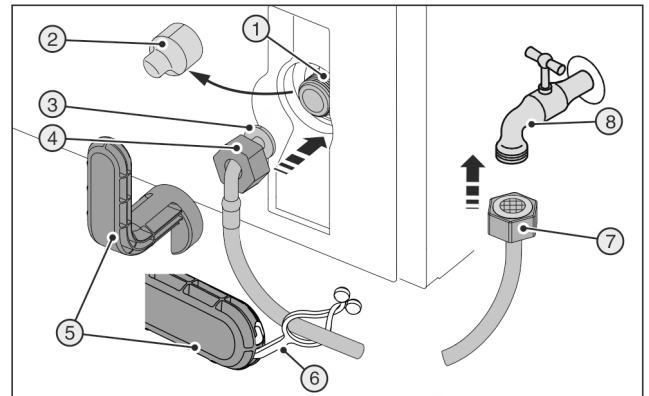
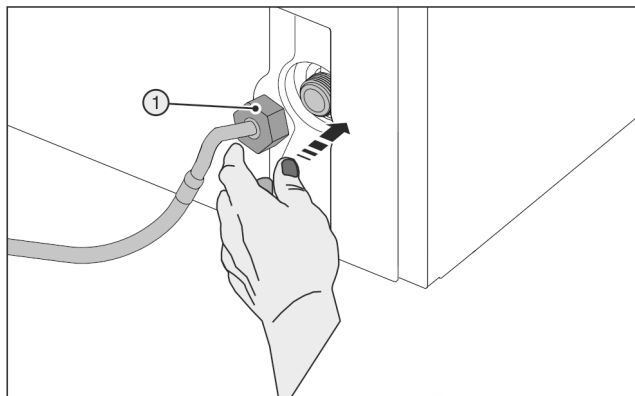

Fig. 28
Fig. 29
Zerbrochenes Hilfswerkzeug Fig. 28 (5)!
- ▶ Hilfswerkzeug Fig. 28 (5) ausschließlich bei Raumtemperatur verwenden.
- ▶ Abdeckung Fig. 28 (2) abziehen.
- ▶ Erleichterte Montage: Gerades Schlauchende Fig. 28 (7) nach links auf den Boden auslegen.
- ▶ Mutter Fig. 28 (4) über abgewinkeltes Schlauchende Fig. 28 (3) bis zum Ende schieben und festhalten.
- Mutter Fig. 29 (1) vorsichtig ansetzen und mit zwei Fingern gerade auf Gewinde schrauben, bis ein sicherer Sitz erreicht ist.
- Mutter Fig. 29 (1) mit Hilfswerkzeug Fig. 28 (5) im Uhrzeigersinn festziehen bis maximales Drehmoment erreicht ist und Hilfswerkzeug Fig. 28 (5) überdreht.
- Mutter Fig. 28 (7) auf Absperrhahn Fig. 28 (8) schrauben.
- Mutter Fig. 28 (7) mit Hilfswerkzeug Fig. 28 (5) im Uhrzeigersinn festziehen bis maximales Drehmoment erreicht ist und Hilfswerkzeug Fig. 28 (5) überdreht.
- Absperrhahn Fig. 28 (8) der Wasserzuführung öffnen und gesamtes Wassersystem auf Dichtigkeit prüfen.
- Lasche Fig. 28 (6) in Hilfswerkzeug Fig. 28 (5) einhaken und zur Aufbewahrung am Edelstahlschlauch befestigen.